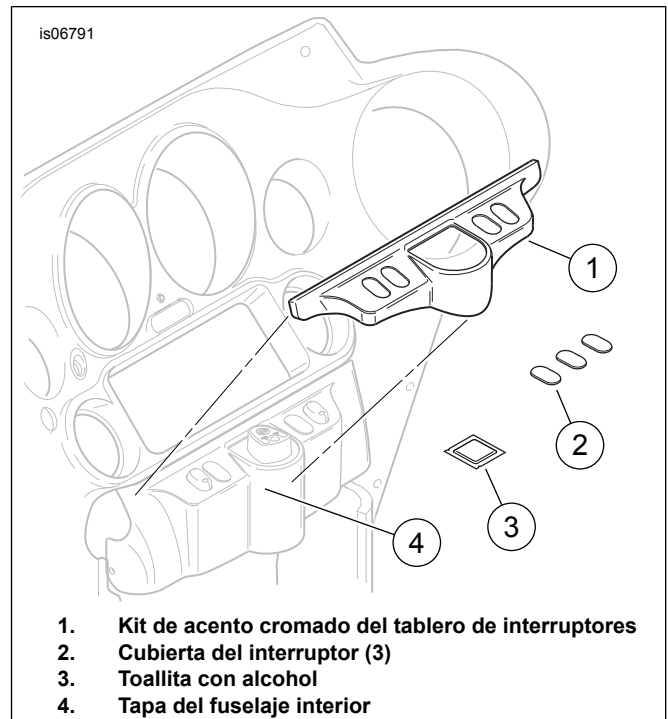

Figura 1. Instalación del acento del tablero de interruptores
1. Vea Figura 1. Obtenga la toallita con alcohol (3) del kit. Abra el paquete y use la toallita para limpiar completamente toda la tierra o grasa de la parte superior y lados de la tapa del fuselaje interior (4).
2. En la parte trasera del acento cromado (1), con la uña del dedo, frote los revestimientos moldeados del respaldo adhesivo para activar el adhesivo. Pele ambos revestimientos moldeados del respaldo adhesivo del acento cromado.